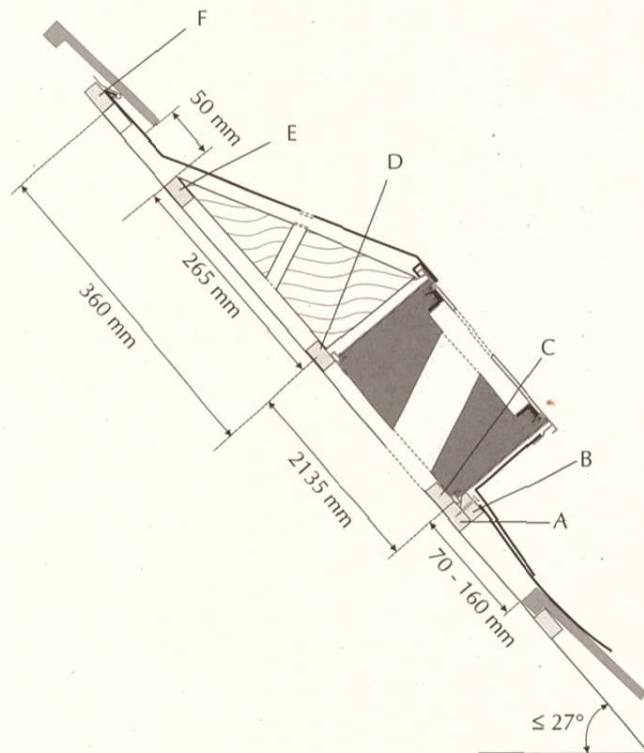

Bild 3.2 Längsschnitt durch Indachmontage. Die Buchstaben A - F geben die Lage der Einbaulatten an.
8. Latte **F** (zur Befestigung der oberen Abschlussbleche) mit Unterkante im Abstand von 360mm von Mitte Latte D montieren (s.Bild 3.2).